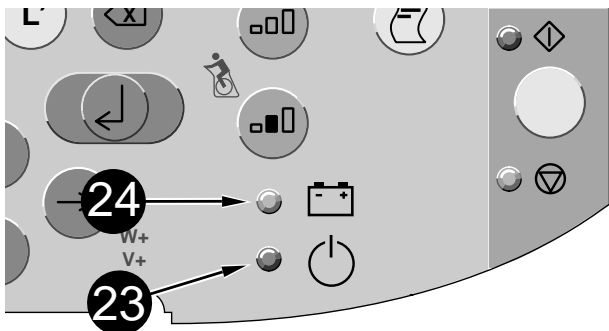

Bild 3-1. Kontrollampen
- Die Batterie wird automatisch geladen, wenn das Gerät am Versorgungsnetz angeschlossen ist und die Kontrolllampe (23) leuchtet (Bild 3-1). Dazu braucht das Gerät nicht eingeschaltet zu werden. Damit die Batterie stets geladen ist, lassen Sie das Gerät immer am Netz angeschlossen. Nach einer Ladezeit von 4 h ist die entladene Batterie wieder voll geladen.
- Die Kontrolllampe (24) leuchtet, wenn die Batterie geladen werden muß.